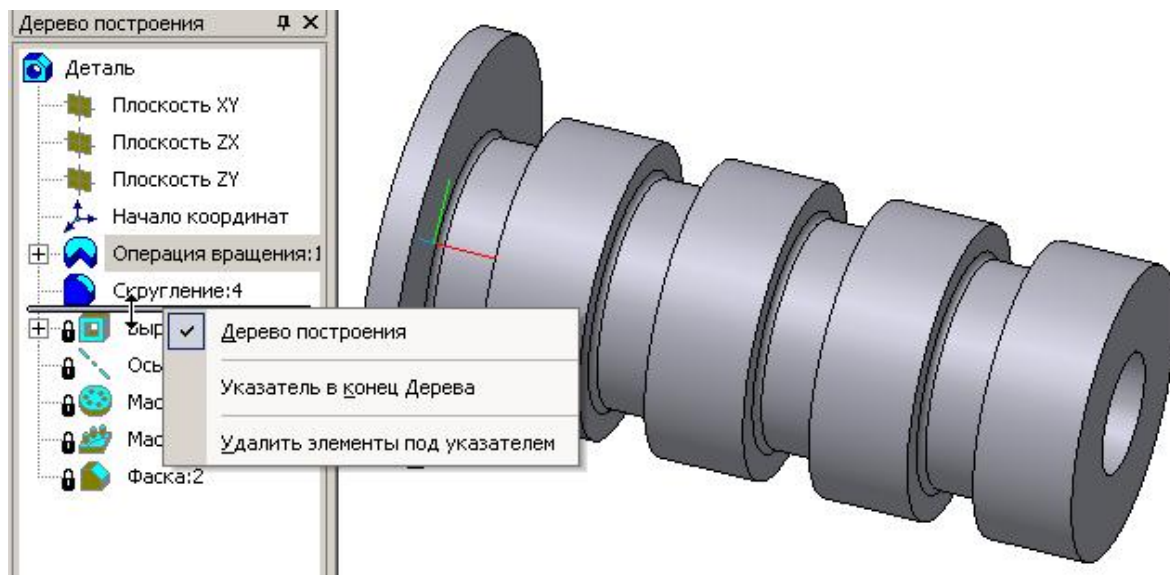

Рис. 117
- Установите курсор на указатель окончания построения модели и из контекстного меню выберите **Указатель в конец Дерева**, рис. 117.